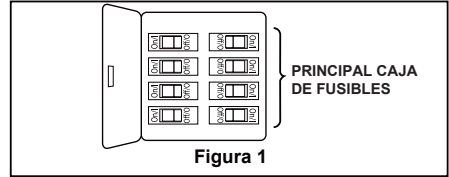

Figura 1
1. Extraiga la pieza de la bola colgante de la unidad de la bola colgante / varilla aflojando el tornillo de presión de la bola colgante hasta que la bola se libere de la varilla. Retire el pasador del barral y luego extraiga la semiesfera. Conserve el pasador y la semiesfera para su instalación en el Paso 9. (Figura 1)
Para evitar una posible descarga eléctrica, asegúrese de cortar la alimentación eléctrica de la caja de fusibles principal antes de colgar el ventilador. (Figura 1)
- ☐ 1. Para configurar el código de unidad del receptor. Deslice los interruptores de código a las mismas posiciones que en el transmisor. (Figura 1)